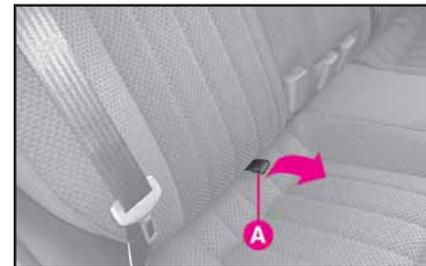

fig. 159
1) Tirer en avant la poignée A (fig. 159) située au centre de chaque assise et la rabattre en avant dans le sens de la flèche.